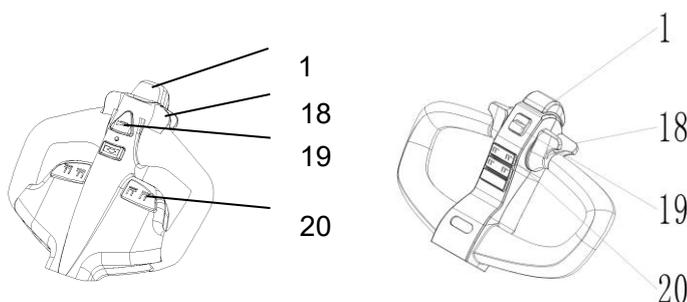
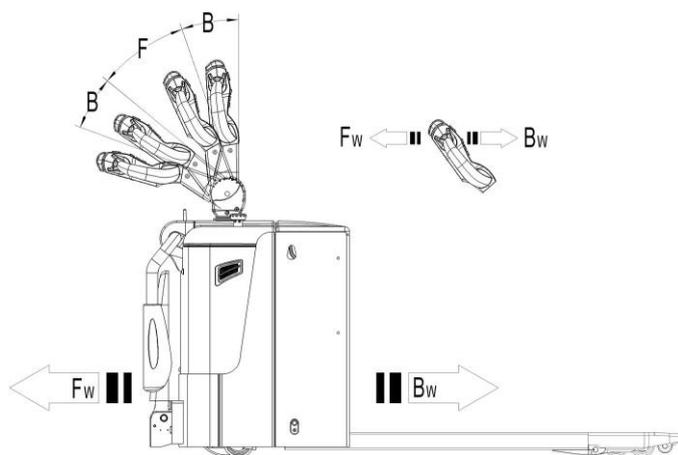

Рис. 7: Ручка управления
Рис. 9: Направление движения
Нажмите на кнопку (рис. 7, поз. 19) для проверки работы звукового предупреждающего сигнала.
Для осуществления подъема груза необходимо полностью подъехать под паллет с грузом, нажать и удерживать кнопку подъема (рис. 7, поз. 20), пока не будет достигнута нужная высота подъема
Для опускания вил нажмите и удерживайте кнопку снижения (рис. 7, поз. 20). Опускайте груз, пока вилы не освободятся от паллета, затем аккуратно переместите тележку от груза
После того, как произведен запуск тележки, переведите ручку управления в рабочее положение («F», рис. 9).
Отклоните маховики управления в нужном направлении «вперед» («Fw», рис. 9) или «назад» («Bw», рис. 9). Контролируйте скорость передвижения с помощью маховиков (рис. 7, поз. 18) для достижения требуемой скорости.
- Переключение маховиков управления (рис. 7, поз. 18) обратно в начальное положение или освобождение маховиков активирует систему торможения. Тележка тормозит до полной остановки.
- При переключении маховиков управления (рис. 7, поз. 18) из положения «движение в одном направлении» в положение «движение в противоположном направлении», тележка постепенно тормозит, пока не начнет движение в противоположном направлении.
- Тележка тормозит, если ручку управления перевести в верхнее или нижнее положение к точкам торможения («В», рис. 9). При отпускании рукоять управления автоматически возвращается в верхнее положение к точке торможения («В», рис. 9). Тележка будет тормозить, пока не остановится.
- Кнопка противоотката (безопасности) (рис. 7, поз. 1) защищает оператора от получения повреждений и травм. Если эта кнопка включена, тележка притормаживает и/или начинает движение в противоположном направлении («Вw», рис. 9) на небольшое расстояние и останавливается. Необходимо помнить, что эта кнопка действует, даже если тележка не едет, но ручка управления находится в рабочем положении.